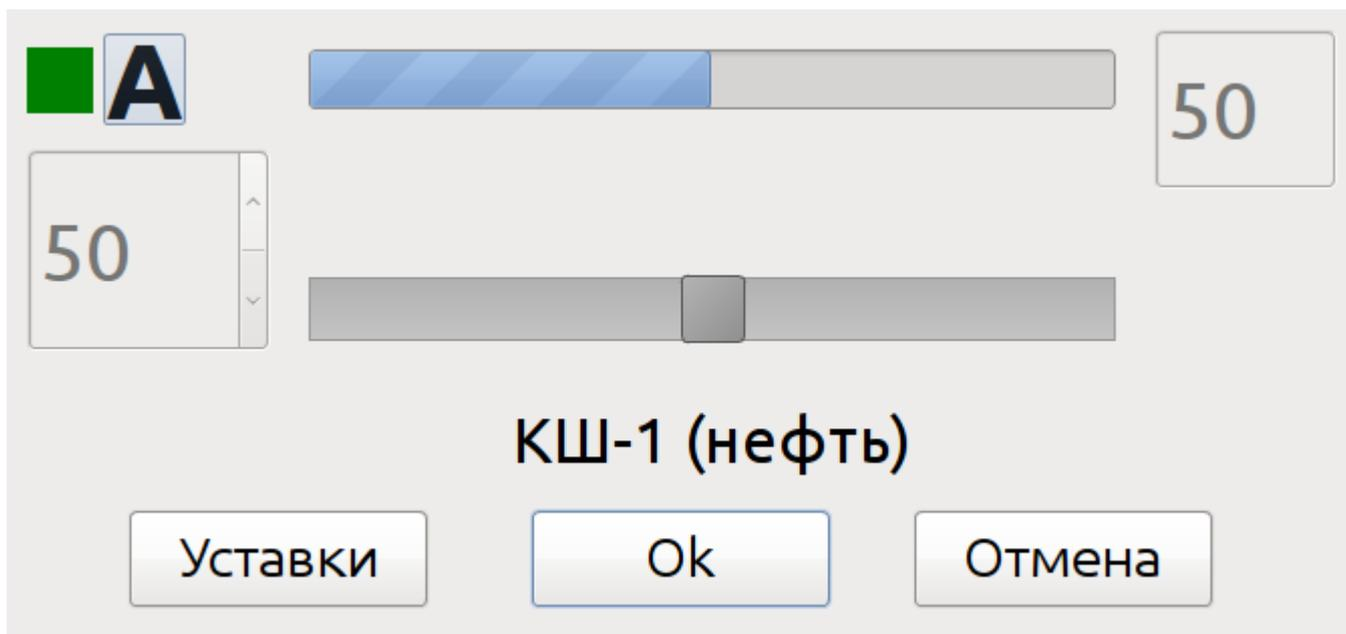

Рис. 4
3.2. Изменение режима работы клапана в автоматический или ручной. Для перевода клапана в ручной режим нажать клавишу на изображении клапана на мониторе, работающего в автоматическом режиме. Откроется окно управления клапаном (Рис. 4). Нажатием на клавиши «А» система перейдет в ручной режим, на этом месте появится изображение клавиши «Р». Управляя курсором шкалы устанавливается величина процентного
открытия клапана, после чего нажимается клавиша «ОК». В восстановившемся графическом интерфейсе контроллера изменится цвет заливки строки задания с зеленого на красный, что будет означать ручной режим. Для перевода клапана в ручной режим нажать клавишу на изображение клапана на мониторе, работающего в ручном режиме. Откроется окно управления клапаном (Рис. 4А). Нажатием на клавиши «Р» система перейдет в ручной режим, на этом месте появится изображение клавиши «А», после чего нажимается клавиша «ОК». В восстановившемся графическом интерфейсе контроллера изменится цвет заливки строки задания с красного на зеленый, что будет означать автоматический режим.
Рис. 4а
3.3. Изменение уставок. Для изменения уставок нажать клавишу на изображение клапана на мониторе. Откроется окно управления клапаном (Рис. 4) или (рис.4А). Нажать клавишу «уставки». В появившейся таблице уставок (рис.5) для данного клапана нажать клавишу уставки, которую необходимо изменить. Ввести с клавиатуры новое значение для выбранной уставки и нажать клавишу «сохранить» В появившемся окне (рис.4) или (рис.5) нажать на клавишу «заккрыть». В восстановившемся окне главного графического интерфейса данный клапан будет работать с новыми уставками.